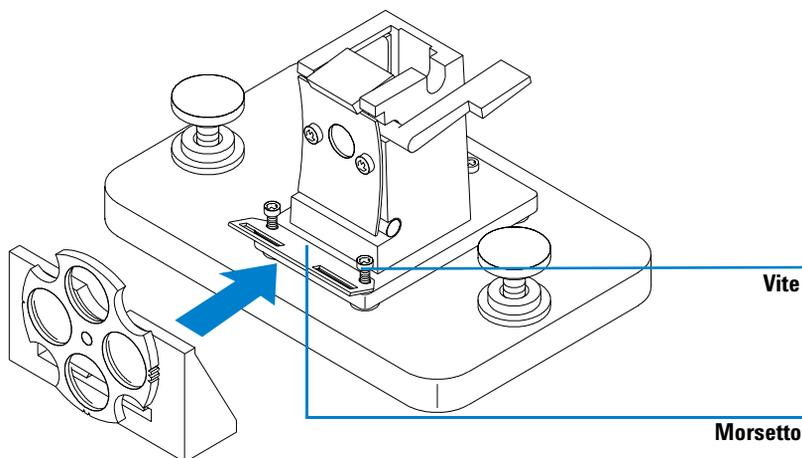

Figura 22 Installazione della ruota di filtri ottici
- 2 Togliere le due viti indicate nella Figura 22.
- 3 Posizionare il morsetto della ruota di filtri come indica la Figura 22. Riposizionare le due viti ma non stringerle.